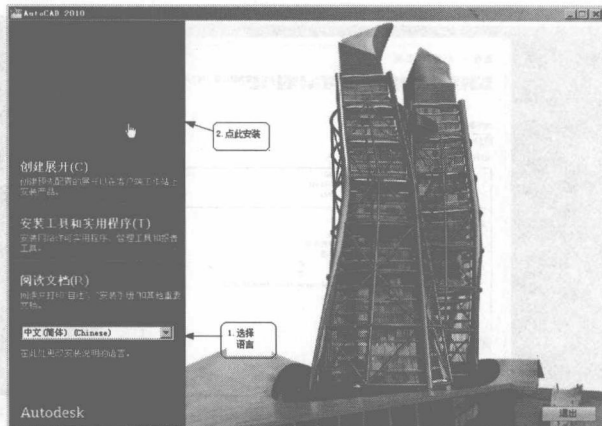

图 1-3-2
(2) 在【安装向导】对话框中选择需要安装的语言,如中文(简体)(Chinese),再单击【安装产品】按钮,如图1-3-2所示。